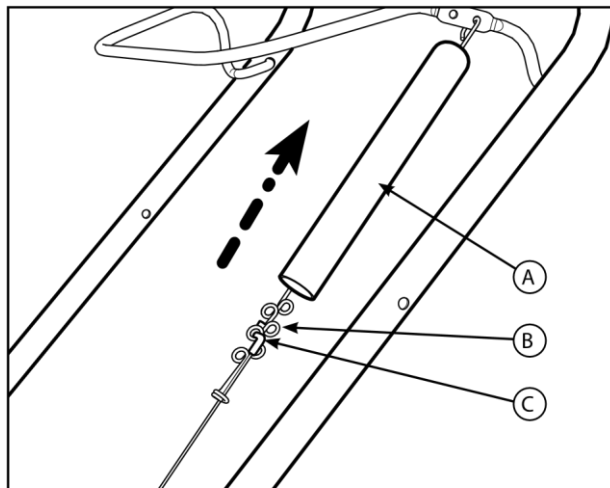

Рис. 16
2. сдвиньте оболочку тросика (а, рис. 16),